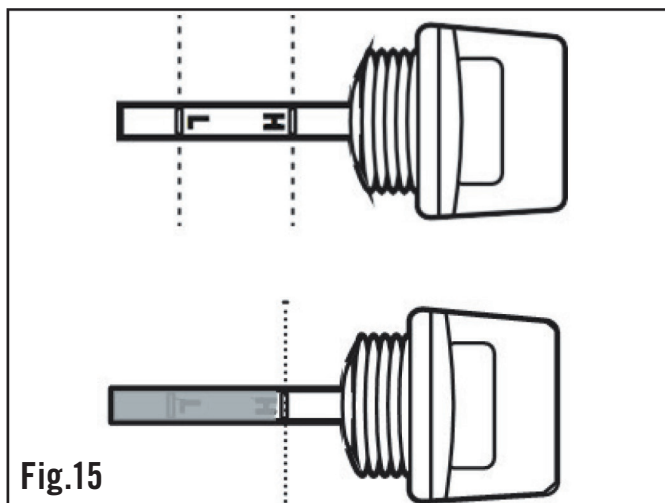

Fig.15
3. Om oljenivån inte syns på stickan måste mer olja fyllas på. Använd oljetratten - luta INTE maskinen. Oljenivå är tillräcklig när halvvägs upp på oljestickan. Använd premium 4-takts motorolja för bensinmotorer. Vi rekommenderar SAE10W30 olja. (fig 15)